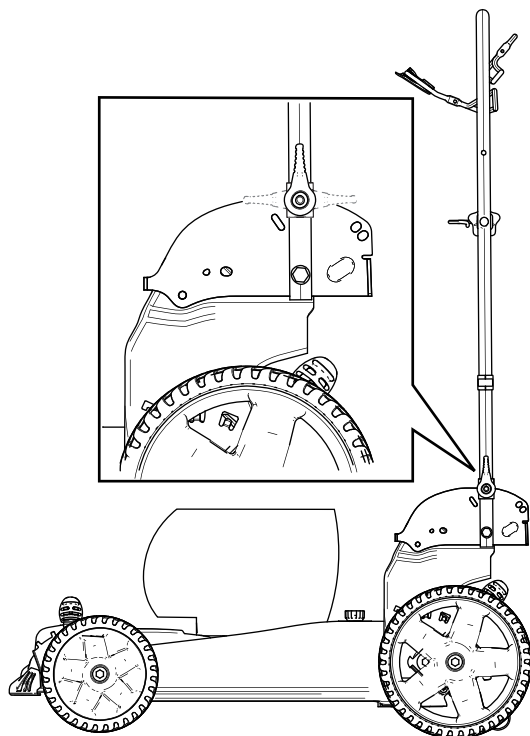

Figure 21
4. Pliez la poignée vers l'avant à la position verticale ou complètement en avant, comme montré à la Figure 21.